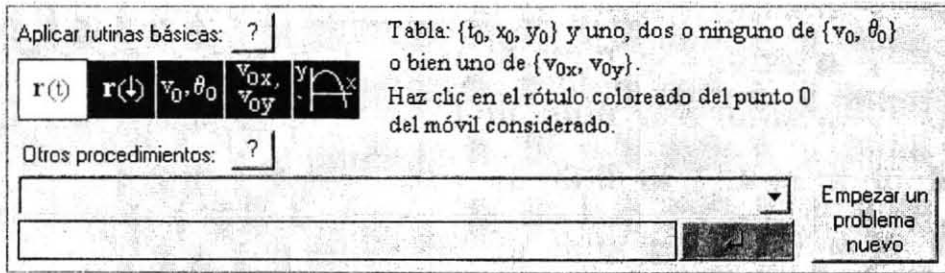

Fig. 78
- Selecciona el primer icono, " $r(t)$ ", de la tira de rutinas básicas (Fig. 78).